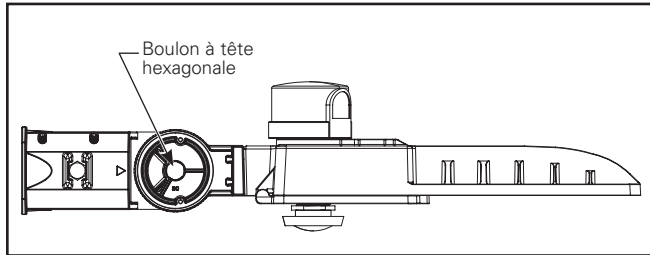

Figure 4.
3. Ajustez l'adaptateur d'emboîtement à l'angle souhaité en desserrant suffisamment le boulon hexagonal central pour le tourner et le régler. Resserrez le boulon hexagonal central à un couple de 13,5 Nm (120 po-lb) (figure 4).